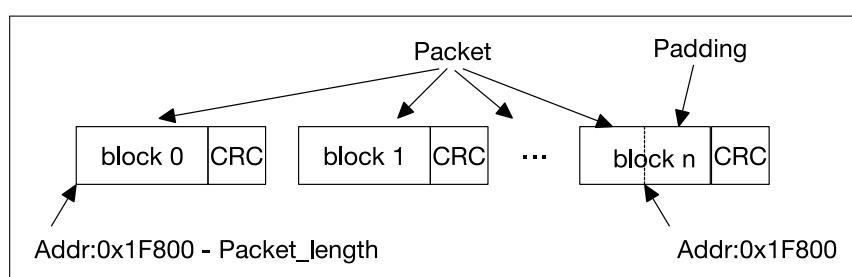

图 34.5-7. 主机向从机发送递增地址包的数据流
- 对于递增地址包，从机判断有效数据是由地址决定的，当数据地址大于等于 0x1F800 后会被判定为无效数据从而丢弃。因此，主机应将 CMD53 起始地址字段设为 0x1F800 - Packet\_length (Packet\_length 的单位是字节)。递增地址包在 SDIO 总线上的数据流如图 34.5-7 所示。